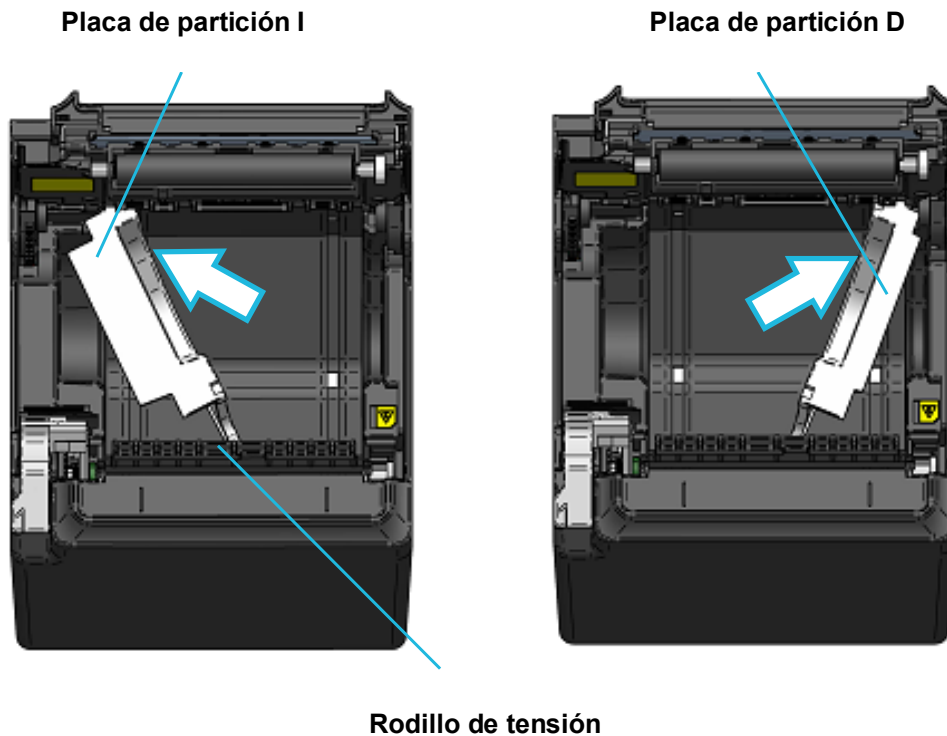

Figura 14-1 Instalación de la placa de partición (1)
- (1) Asegúrese de que la impresora esté apagada.
- (2) Opere la palanca de liberación para abrir la cubierta de papel.
- (3) Coloque la placa de partición I adjunta y la placa de partición D adjunta en el soporte de papel con la posición de inclinación que se muestra en la Figura 14-1. La placa de partición I y la placa de partición D se muestran en blanco en la figura de descripción.